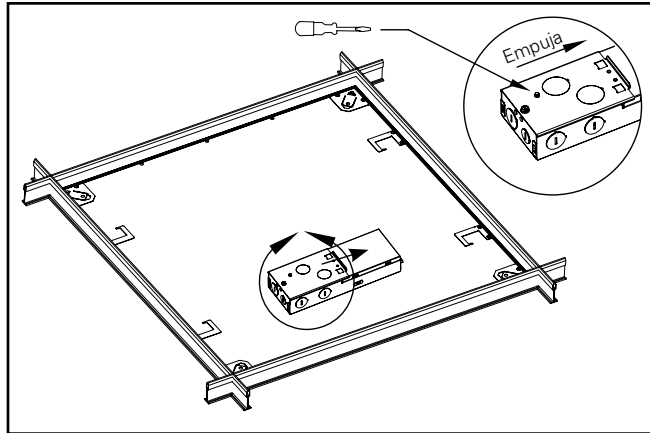

Figura 6.
8. Mete todos los cables y tuercas para cables en la caja de conexiones del accesorio, reemplaza la placa de acceso eléctrico y encaja de manera segura en su lugar (Figura 6).